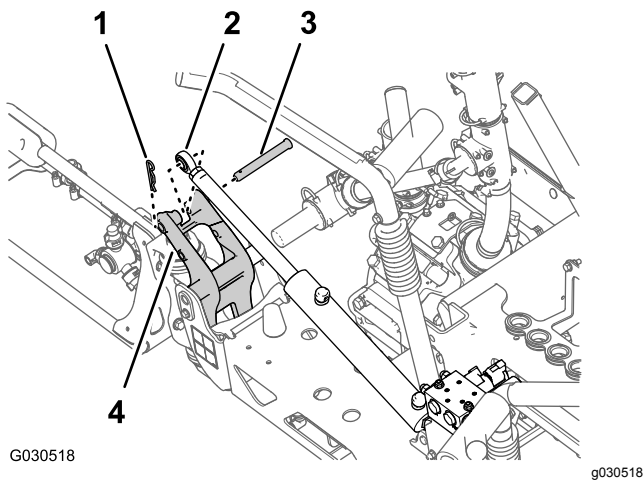

图63
3. 取出将提升油缸的杆头固定到枢轴支架的发卡销和柱销图63。